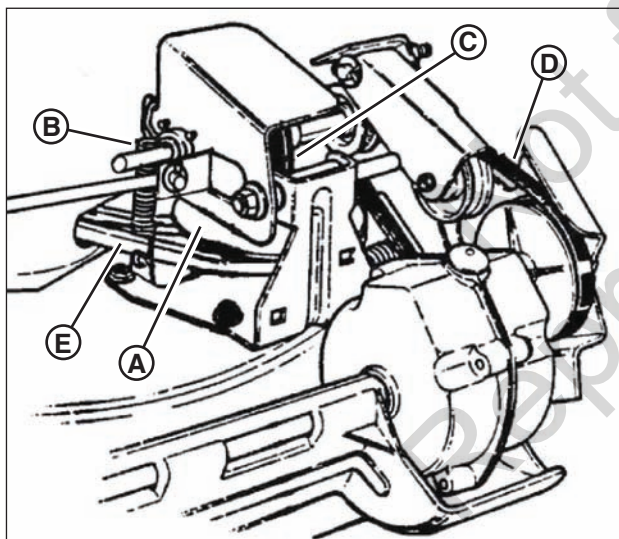

Figure 24: Composants d'entraînement de roue
1. De la graisse sur le disque d'entraînement (**A, Figure 24**) provoquant un glissement.